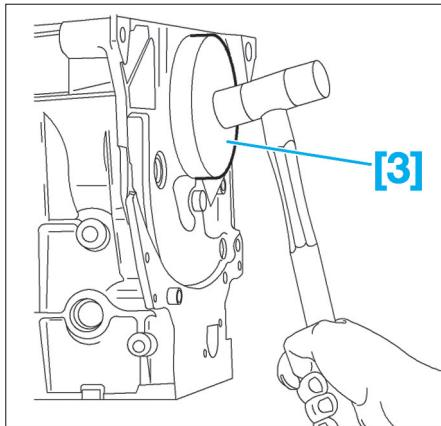

FIG. 51
- [3]. Mandrins de montage de la bague d'étanchéité du vilebrequin côté embrayage (Fig.51).
- Remonter la bague d'étanchéité avec un mandrin [3] de diamètre approprié (Fig.51).